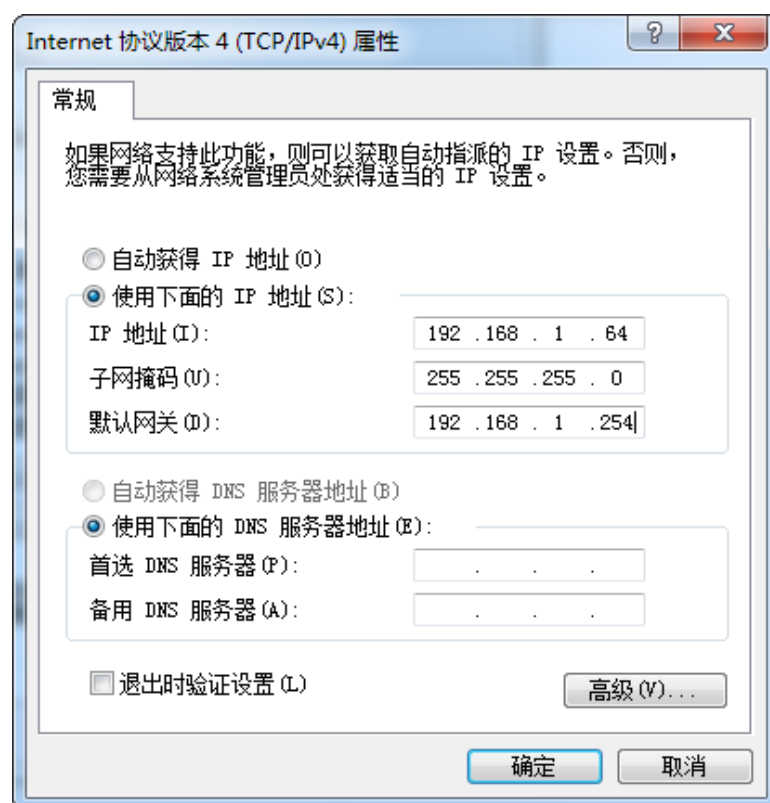

图2-5 本地网络配置
2. 双击“Internet 协议版本 4”设置 PC 的 IP 地址。建议将 PC 的网口配置为静态 IP 地址，缩短设备搜索时间，如图 2-5 所示。